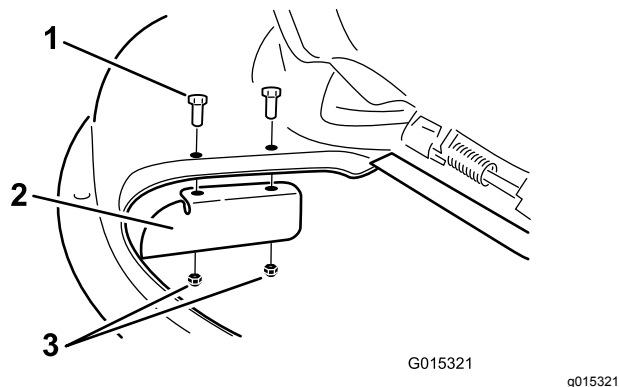

Figura 28
9. Installate il deflettore di scarico sul piatto di taglio (Figura 28).
3. Staccate il deflettore di scarico dal piatto di taglio (Figura 28).